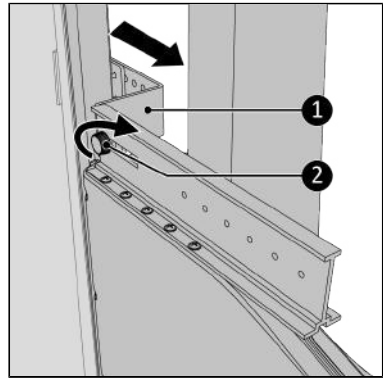

Figure 185.
9. Tirez le support vers vous autant que possible (Figure 185, pos 1) afin qu'il se fixe correctement.
10. Serrez le cache de la vis (Figure 185, pos. 2).